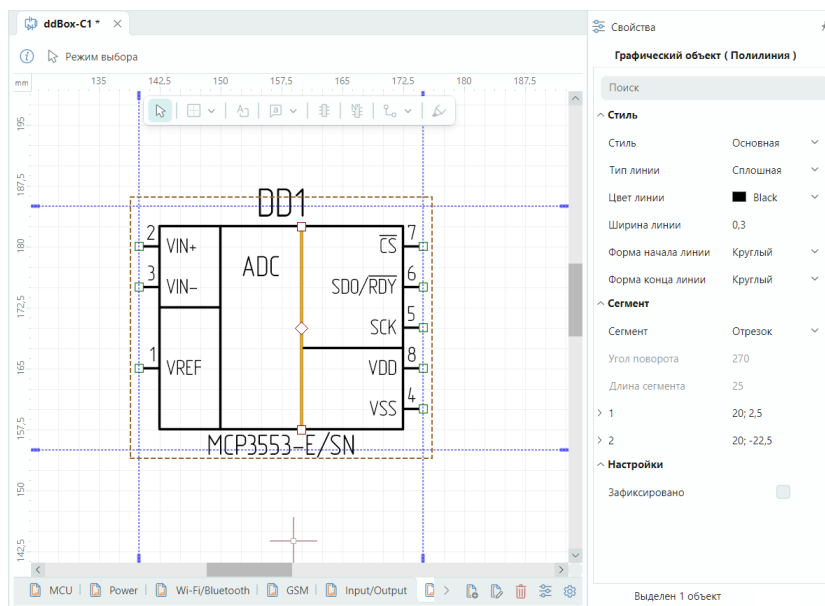

Рис. 37 Редактирование УГО компонента на схеме
2. УГО станет доступно для редактирования, см. Рис. 37. В панели «Свойства» откроется доступ к редактированию представления УГО компонента.